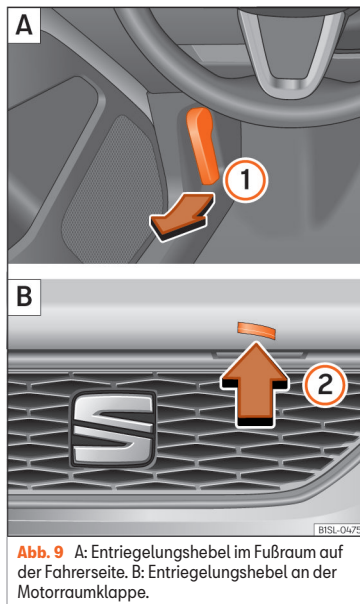

Abb. 9 A: Entriegelungshebel im Fußraum auf der Fahrerseite. B: Entriegelungshebel an der Motorraumklappe.
» Abb. 9 ①. Die Motorraumklappe springt durch Federkraft aus der Verriegelung des Schlossträgers » ① in Vorbereitungen zu Arbeiten im Motorraum auf Seite 212.
• Motorraumklappe etwas anheben und gleichzeitig den Entriegelungshebel ② in Pfeilrichtung drücken, um die Motorraumklappe vollständig zu öffnen.
• Klappenstütze in Pfeilrichtung aus der Halterung ③ an der Motorraumklappe nehmen und in die dafür vorgesehene Öffnung setzen ④ (Pfeil).